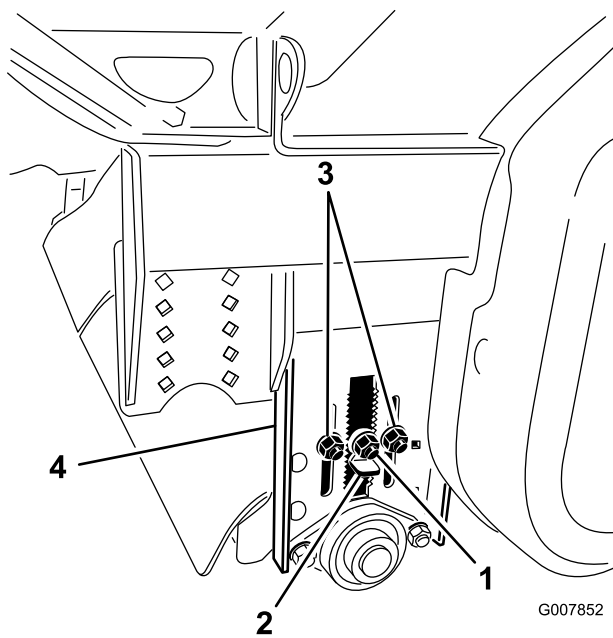

Figura 29
2. Allentate il dado di bloccaggio sulla chiave di regolazione dell'altezza (Figura 29) fino a lasciare sporgere 13 mm circa.
3. Allentate i dadi di bloccaggio della regolazione dell'altezza del rullo (Figura 29).
4. Estraete la chiave di regolazione dell'altezza e alzate o abbassate il rullo posteriore facendo scorrere la piastra di regolazione dell'altezza del rullo fino all'altezza richiesta (Figura 29).